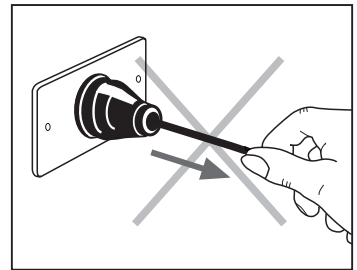

Abb. 2
- Um den Stecker aus der Steckdose zu ziehen, ziehen Sie nicht am Kabel oder das Gerät selbst. (Abb. 2).